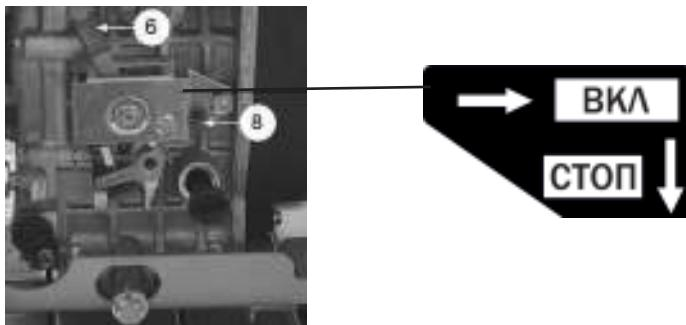

Рис. 10
1. Установите рычаг дроссельной заслонки 6 (Рис. 10) в положение «Вкл.»
1. Нажмите на рычаг остановки двигателя 8 (Рис. 10) в положение «СТОП» Ключ зажигания переведите в положение «ВЫКЛ.» (Рис. 11).